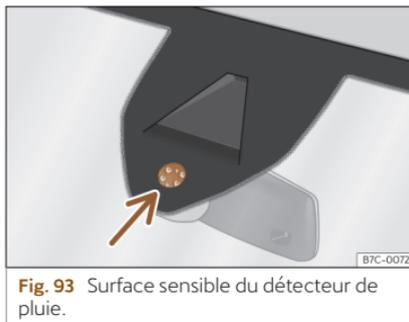

Fig. 93 Surface sensible du détecteur de pluie.
Les causes possibles d'anomalies et d'interprétations erronées *dans la zone de la surface sensible* >>> fig. 93 du détecteur de pluie peuvent être :
- Nettoyez régulièrement la surface sensible du détecteur de pluie >>> fig. 93 (flèche) et vérifiez l'état des balais.